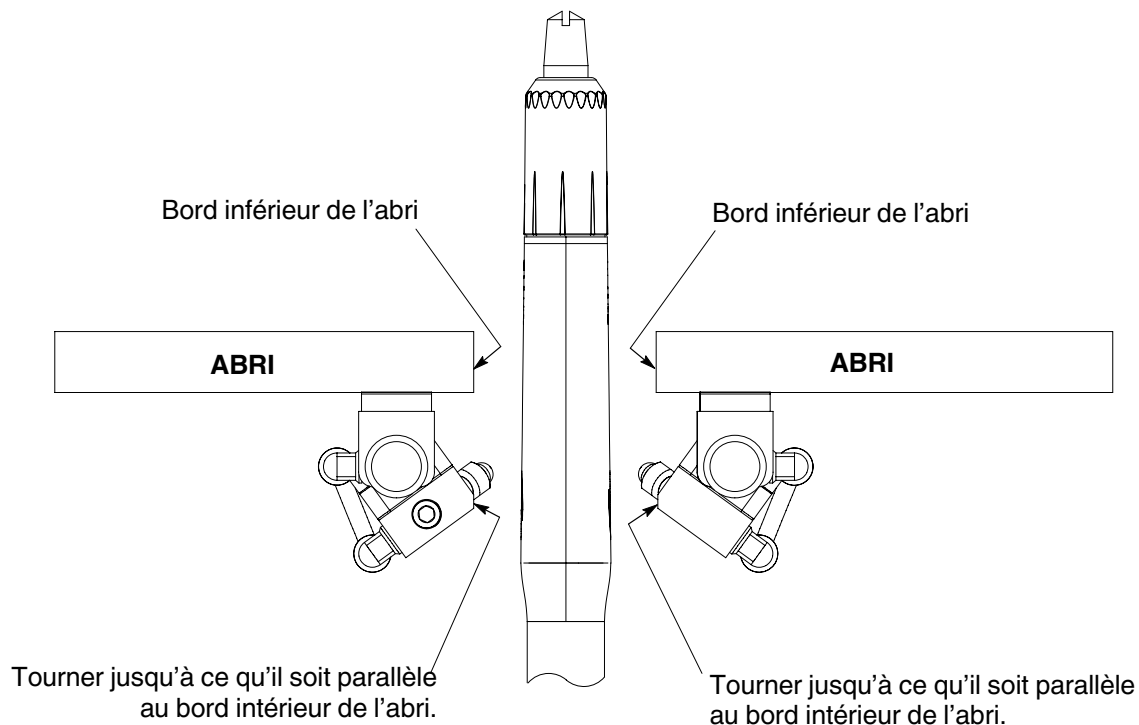

Figure 6 Alignement du distributeur sur le bord de la fente à pistolet de l'abri
2. Tourner le distributeur de telle sorte que son bord chanfreiné soit parallèle au bord intérieur de la fente à pistolet de l'abri, comme illustré dans la Figure 6. Serrer les vis de blocage M6 pour fixer le distributeur.